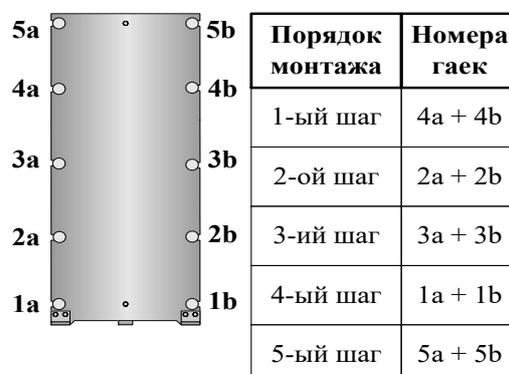

Рис. 21 Последовательность затяжки гаек стяжных болтов при монтаже
9.3.4 Придвинуть нажимную плиту как можно ближе к пакету пластин и вложить стяжные болты в пазы плит. Гайки стяжных болтов затягиваются в последовательности, указанной на рис. 21. Для максимальной параллельности плит каждую гайку необходимо затягивать за один раз не более чем на 2 оборота. Повторять операцию по затяжке гаек в указанной последовательности до тех пор, пока не будет достигнут размер А. Размер А для теплообменника указан в таблице 1 настоящего руководства.